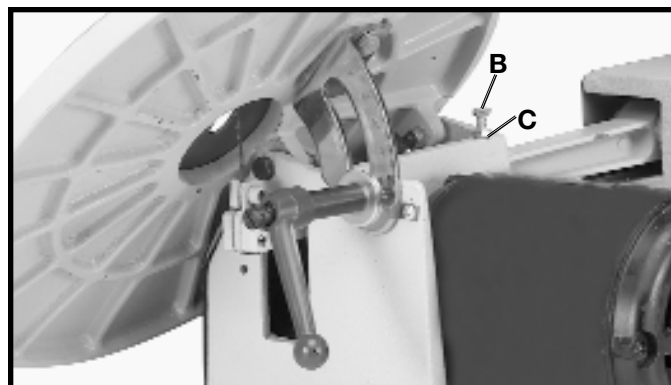

Fig. 33
Durante el cortado de biselado, el sujetador (B) Fig. 33 puede ajustarse para quedar plano sobre el material al aflojar el tornillo (C) e inclinar el sujetador de la manera correspondiente. Vuelva a apretar el tornillo (C).